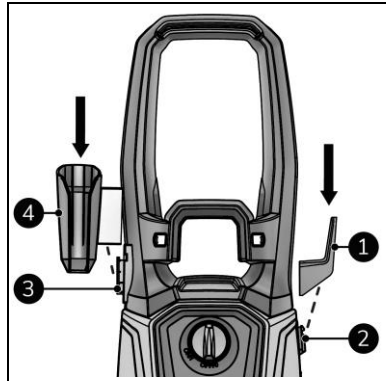

Figure 9
1. Faites coulisser le support du cordon d'alimentation (figure 9, pos. 2) sur la partie principale (figure 9, pos. 2).
3. Faites coulisser le support du pistolet à jet (figure 9, pos. 4) sur la poignée (figure 9, pos. 3).